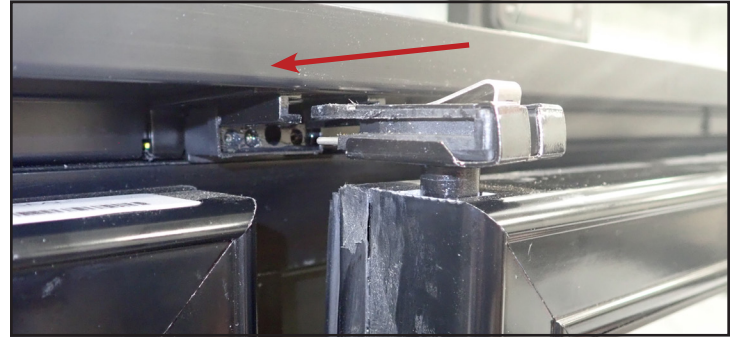

Fig. 9. Alignez l'axe de charnière.
3. Alignez l'axe de charnière (voir fig. 9). Poussez ensuite le haut de la porte vers l'appareil jusqu'à ce que l'axe de charnière s'enclenche en position.